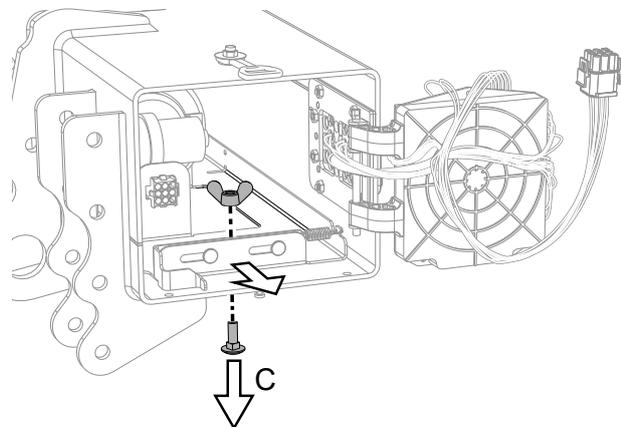
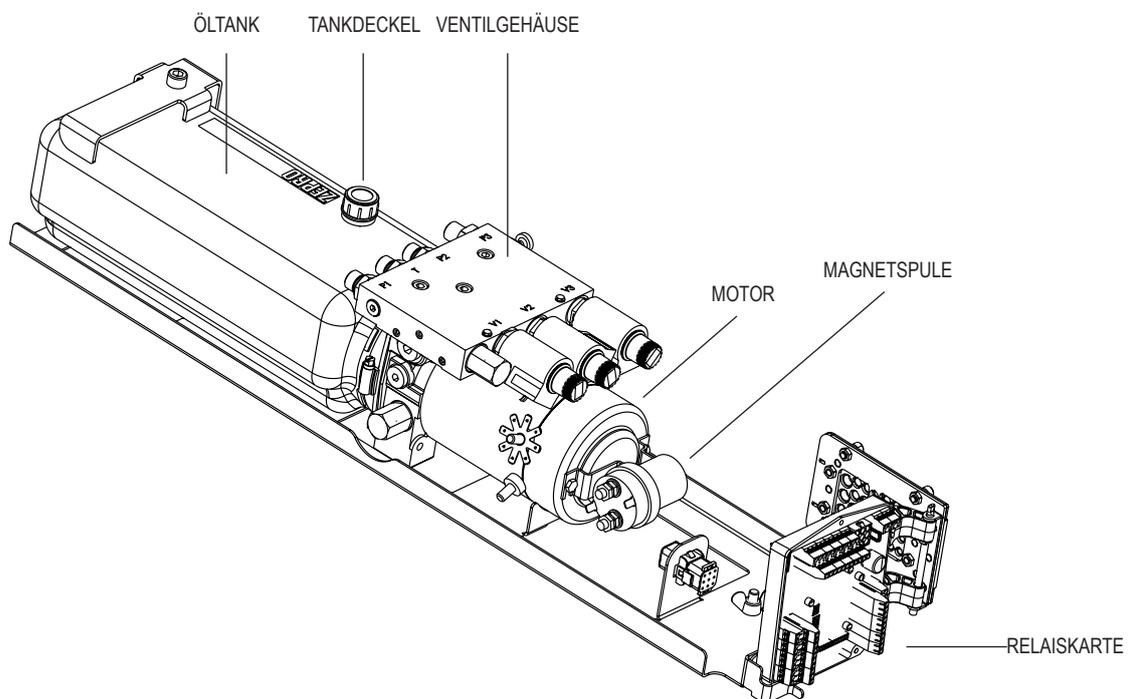

Abbildung 19. Entriegelung Hydraulikaggregat
Abbildung 21. Hydraulikaggregat und Relaiskarte
4. Das Hydraulikaggregat durch Abschrauben der Flügelmutter und der entsprechenden Schraube (C) lösen, siehe Abbildung 19 und das Hydraulikaggregat so weit herausziehen, bis der Tankdeckel zugänglich wird, siehe Abbildung 21.